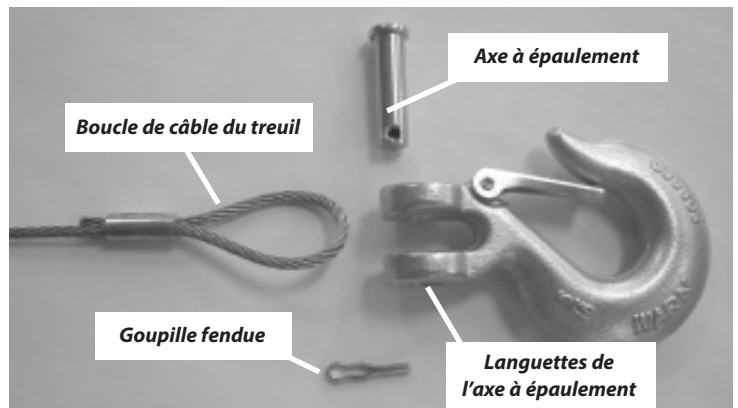

Figure 9
- 9) Fixez l'ensemble du crochet à la boucle du câble du treuil, incluse dans le kit WARN, en utilisant l'axe d'épaulement et la goupille fendue fournies. Voir les figures 9 et 10.